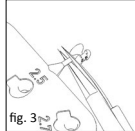

fig. 3
■ **fig. 3** Détacher le gabarit choisi du disque avec des microciseaux et l'introduire dans l'oreille moyenne au moyen d'une ventouse ou d'un instrument de microchirurgie.